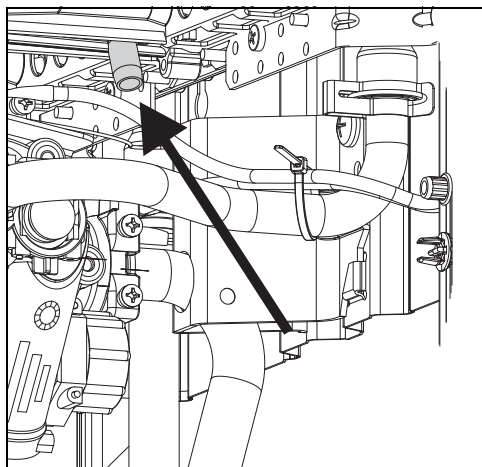

Рис. 11 Точка измерения давления перед форсункой
- ▶ Ослабить запорный винт (рис. 11).